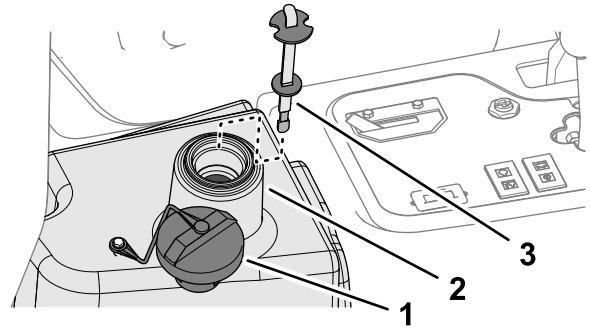

Bild 85
4. Füllen Sie den Behälter (**Bild 85**) mit ca. 22,7 Liter Hydrauliköl; siehe Hydrauliköl – technische Angaben \(Seite 60\).